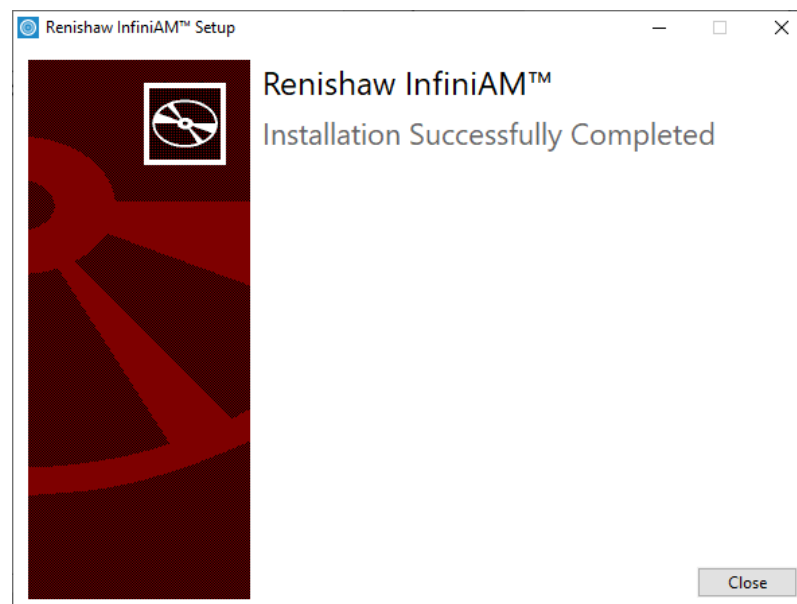

Figure 57 Boîte de dialogue après l'installation
10. Sélectionnez **Close** (Fermer) (voir la Figure 57).